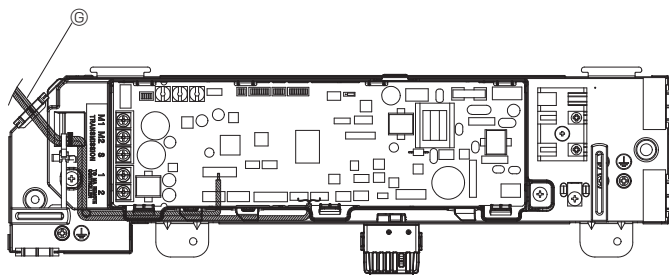

Fig. 5-5
3. Die Leitung für den optionalen VENTILKIT durch die Drahteführöffnung in das Innengerät führen. (Fig. 5-5)